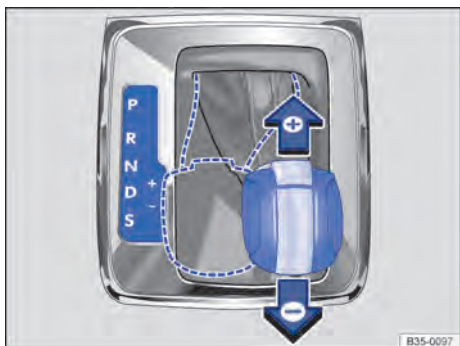

Fig. 168 Alavanca seletora na posição Tiptronic (veículos com direção à esquerda). Veículos com direção à direita são espelhados.
- Mover a alavanca seletora para frente (+) ou para trás (-) para aumentar ou diminuir a marcha ⇒ Fig. 168.